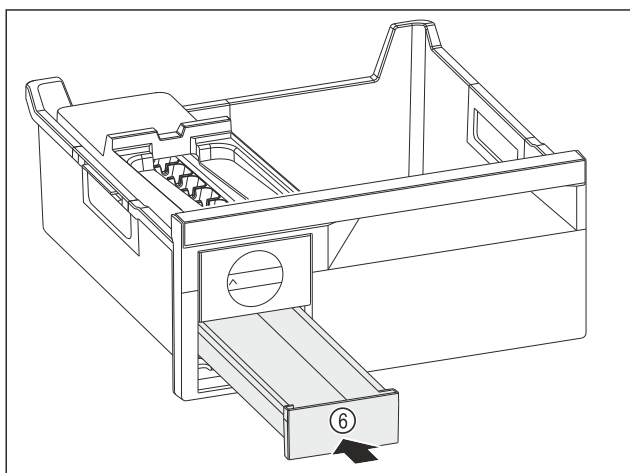

Fig. 136
- ▶ Predal za ledene kocke Fig. 136 (6) potisnite noter.